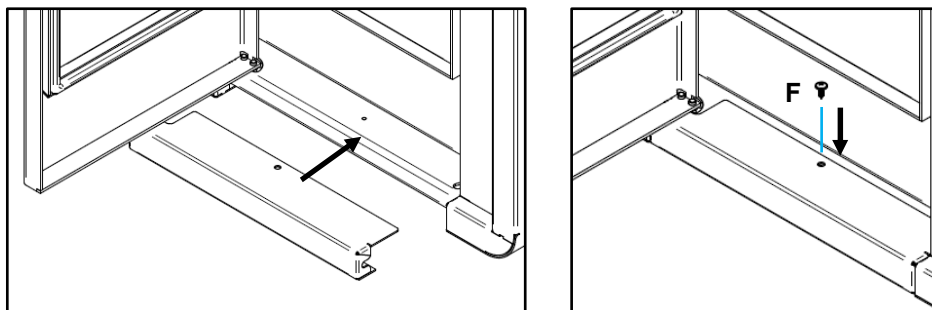

Figura 46 – Fixação do remate inferior Olive
l) Para finalizar, fixar o remate inferior do equipamento como demonstra a Figura 46, abrindo a porta e encaixar a peça de remate inferior na base do equipamento, fazendo coincidir a furação da peça com a do equipamento e de seguida fixar com um parafuso **F** (DIN 7981 4,2x13) ou parafuso (ISO 3780 M5x12).